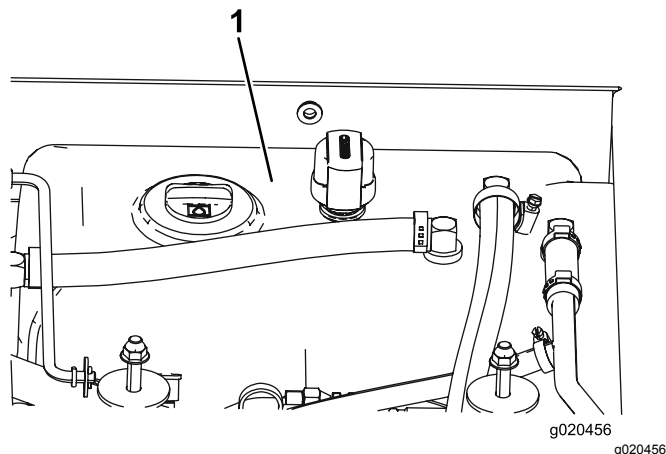

Figura 97
4. Encha o reservatório (Figura 97) com fluido hidráulico; consulte Verificar o fluido hidráulico \(página 68\).